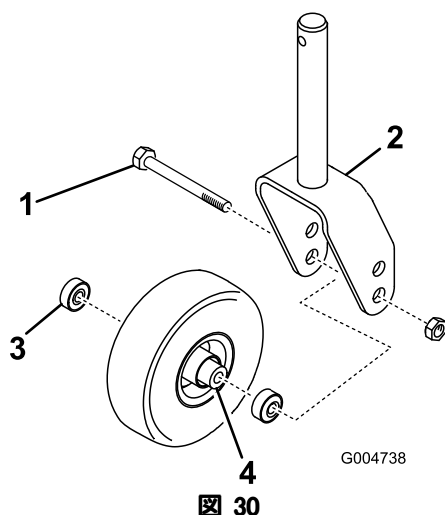

図 30
1. キャスタ・ホイール・アセンブリをキャスタ・フォークの間に保持しているボルトのロックナット(図 30)を外す。キャスタ・ホイールをつかんでおいて、ボルトをフォークまたはピボット・アームから抜き取る。
2. ホイールのハブからベアリングを外して、ベアリングスペーサを床に落とす(図 30)。ホイール・ハブの反対側にあるベアリングを取る。